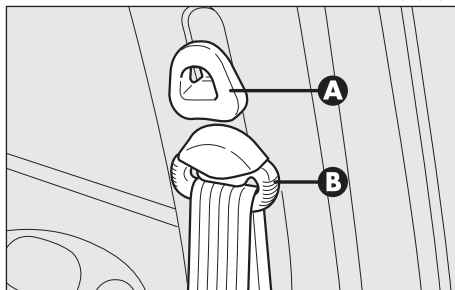

fig. 38
Pour procéder au réglage, lever ou baisser la poignée (A-fig. 38) du mécanisme de blocage, en déplaçant simultanément l'anneau oscillant (B) dans la position la mieux appropriée.
*Après le réglage, vérifier toujours que le curseur auquel est fixé l'anneau (B-fig. 38) est bien bloqué dans une des positions prévues. Par conséquent, exercer, la poignée (A-fig. 38) lâchée, une poussée ultérieure pour permettre le déclic du dispositif d'ancrage au cas où la détente ne s'était pas produite en correspondance de l'une des positions stables.*